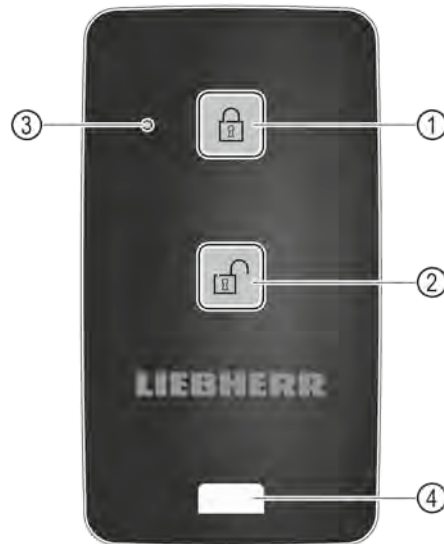

Fig. 165
- (1) Bloquear el cierre
- (2) Desbloquear el cierre
- (3) Led de estado
- (4) Orejeta de fijación
- ▶ Pulsar el botón Fig. 165 (1) del mando a distancia.
- ▶ Pulsar el botón Fig. 165 (2) del mando a distancia.
- ▶ El led de estado Fig. 165 (3) proporciona información visual cuando se pulsa el botón.
- ▶ Orejeta Fig. 165 (4) para colgar el mando a distancia, como un llavero.